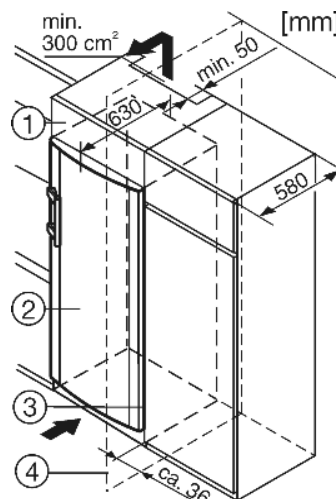

Fig. 8
Устройство может быть окружено предметами кухонной обстановки. Чтобы уравнять устройство *Fig. 8 (2)* по высоте с кухонной стенкой, можно установить над устройством соответствующий дополнительный шкафчик *Fig. 8 (1)*.
При комбинировании с обычными кухонными шкафами (глубина макс. 580 мм) устройство можно установить непосредственно рядом с кухонным шкафом *Fig. 8 (3)*. Дверца устройства выступает по сторонам на 34 мм и по центру устройства на 50 мм относительно передней стенки кухонного шкафа. Поэтому ее можно свободно открывать и закрывать.
Если устройство установлено на шарнирах у стены *Fig. 8 (4)*, то расстояние между устройством и стеной должно быть не менее 36 мм. Настолько выступает ручка при открытой дверце.